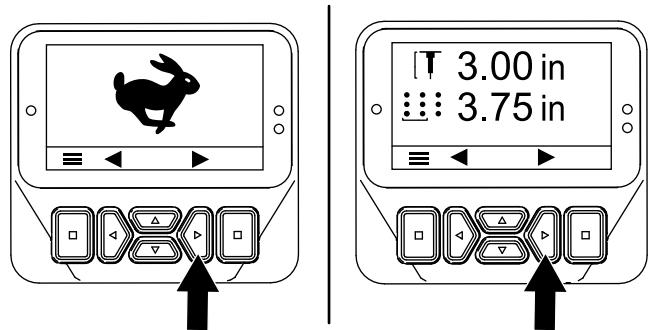
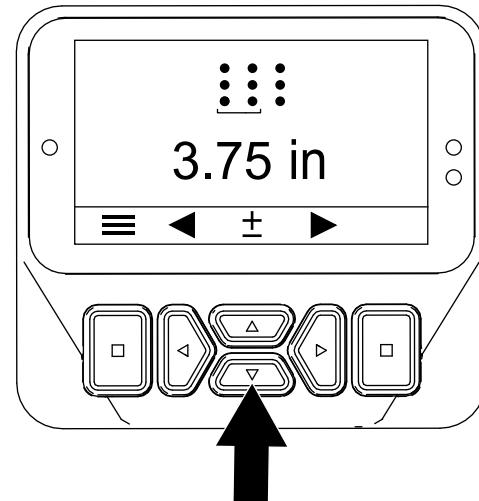

Bild 53
Bild 54
- Drücken Sie die Taste „nach rechts“, bis der Bildschirm „Einstellen des Lochabstands“ angezeigt wird (Bild 53 und Bild 54).
- Stellen Sie den Lochabstand (Bild 54) wie folgt ein: